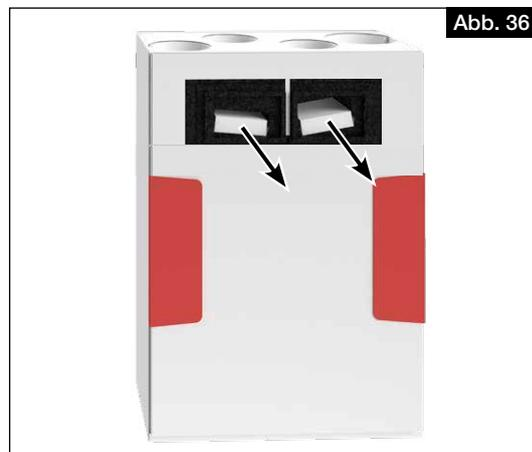

Abb. 36
2. Filter nach vorne herausziehen und wechseln (s. Abb. 36).